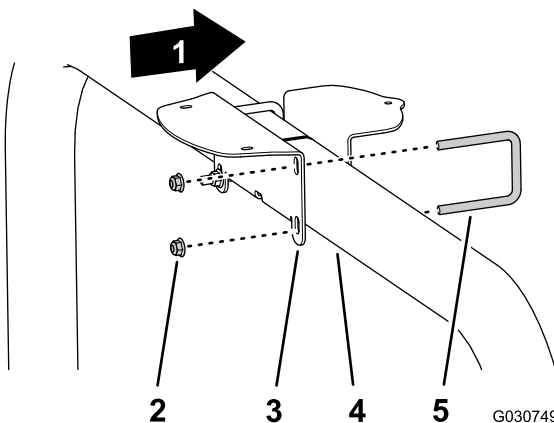

Figura 149
- Se la vostra macchina è configurata con il sistema di navigazione satellitare (GNSS) con sistema WAAS (Wide Area Augmentation System), montate il supporto del ricevitore sul tubo del ROPS (Figura 149) con i 2 bulloni a U e 4 dadi di bloccaggio flangiati ($\frac{3}{8}$ ").